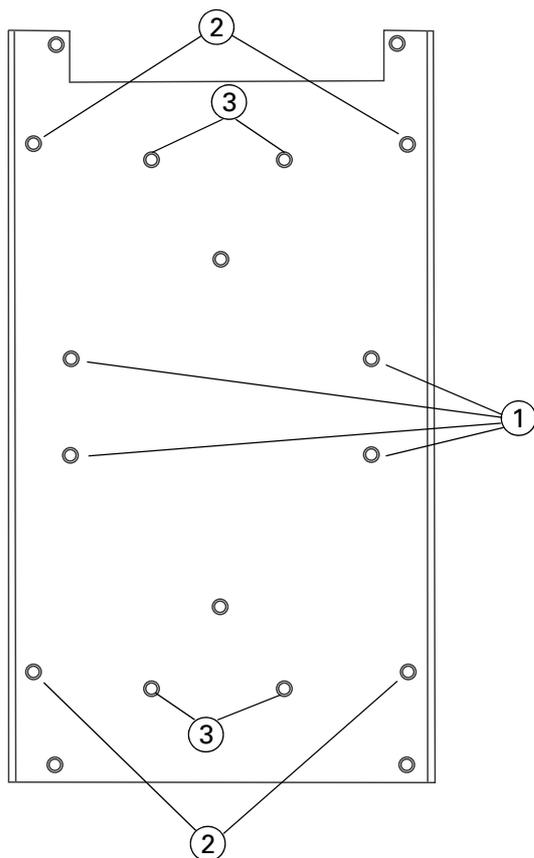

Fig. 23: Piastra di montaggio per CCU3/C-MXMB e MOXA
- 1 Localizzare la piastra di montaggio. La piastra è comune a entrambe le unità ed è illustrata nella fig. 23. La piastra di montaggio va ordinata separatamente con il codice commerciale 557.201.519 (piastra di montaggio accessoria per CCU3).
- 2 Fissare il modulo sulla piastra di montaggio utilizzando le viti fornite in dotazione. Le posizioni dei fori di montaggio sono illustrate nella fig. 23. Per il modulo MOXA utilizzare la serie di fori interna nella piastra. Per il modulo CCU3/C-MXMB utilizzare la serie di fori esterna.